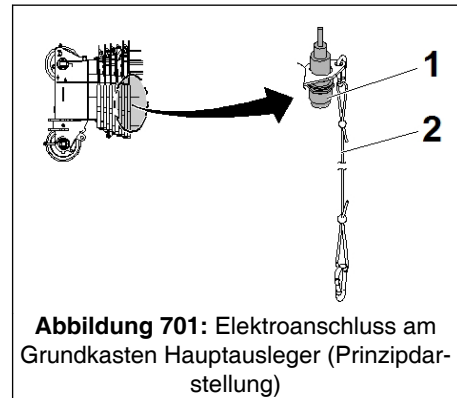

Abbildung 701: Elektroanschluss am Grundkasten Hauptausleger (Prinzipdarstellung)
- 9.1. Das mobile Steuerpult am Elektroanschluss (1) vorne links am Grundkasten des Hauptauslegers anschließen (siehe ↗ Abb. 701, Seite 798).